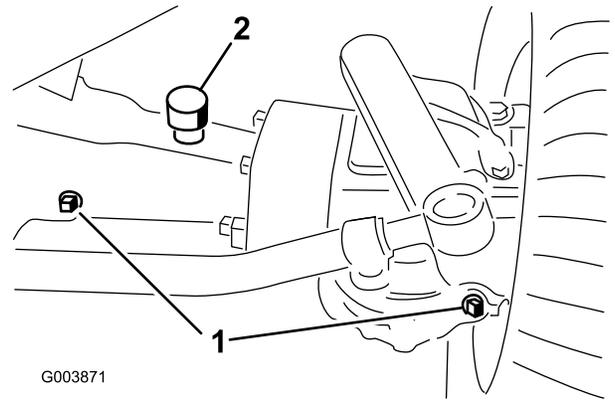
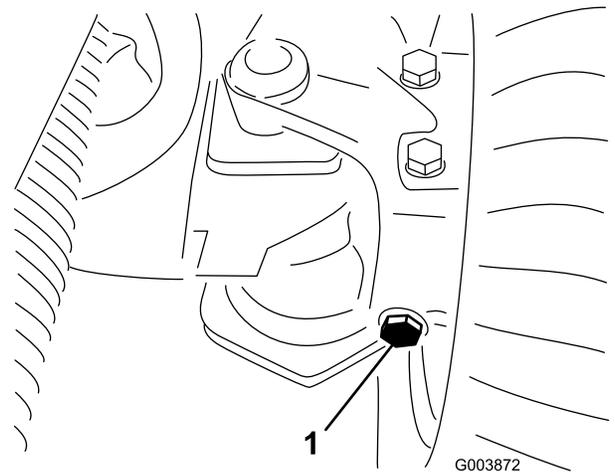

図 29
図 30
2. アクスルの各端から点検用プラグ (図 29 と 図 30) を抜き、穴の上面まで潤滑油があることを確認する。